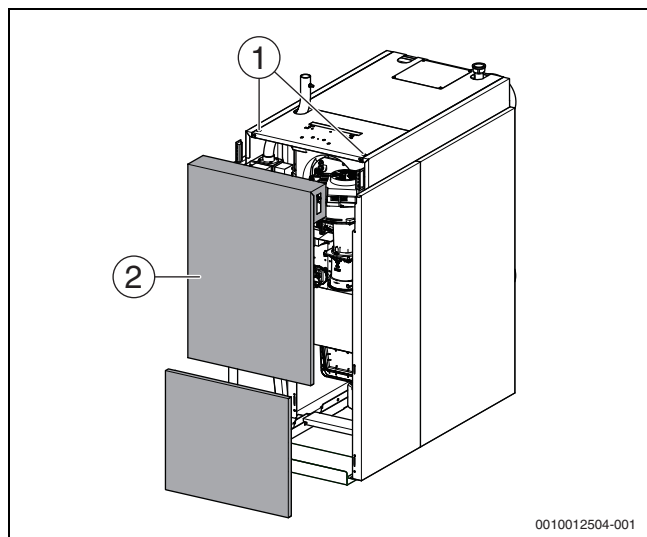

Рис. 33 Демонтаж передней стенки
- ▶ Поверните стопорные винты (→рис. 33, [1]) на верхней стороне котла подходящим инструментом против часовой стрелки и разблокируйте переднюю стенку котла.
- ▶ Наклоните переднюю стенку котла (→рис. 33, [2]) вперед и поднимите вверх из нижней направляющей.